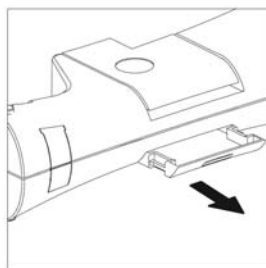

figura 10
- 3 Rimuovere quindi il recipiente di raccolta per svuotarlo (figura 10).